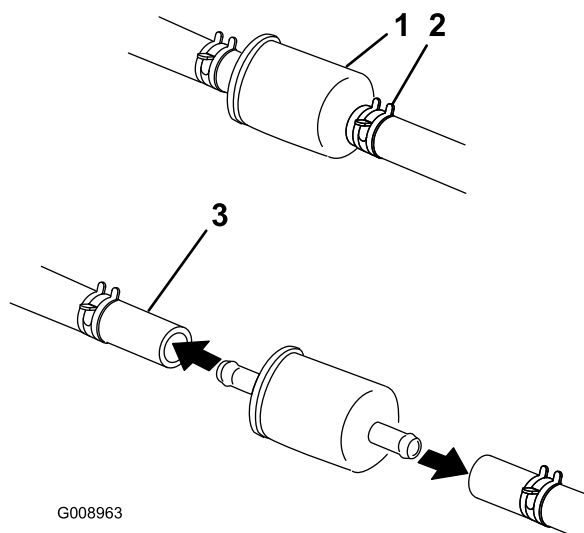

Figure 55
5. Fermez le robinet d'arrivée de carburant situé sous le siège (Figure 55).
6. Pincez les extrémités des colliers et éloignez les colliers du filtre (Figure 55).
8. Posez un filtre neuf et rapprochez les colliers de fixation du filtre (Figure 55).